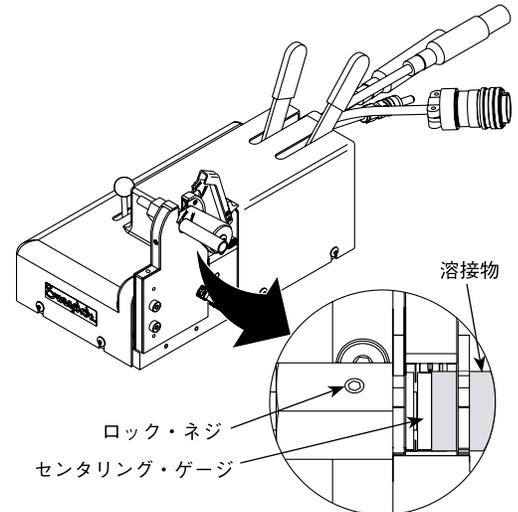

図 26：溶接物を差し込む
6. 溶接物をフィクチャーの反対側に差し込み、センタリング・ゲージの端面にぴったりと突き合わせます。図 26 をご参照ください。